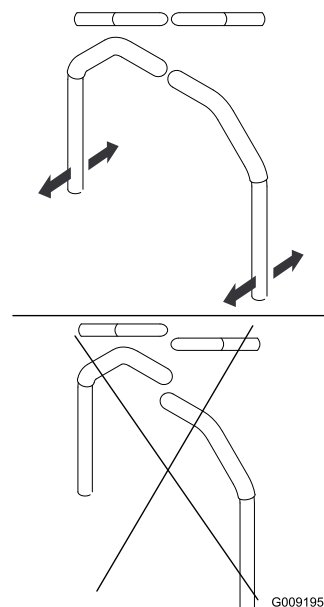

Figure 81
4. Réglez l'alignement avant/arrière des leviers en les plaçant tous deux à la position **POINT MORT**, puis faites-les coulisser jusqu'à ce qu'ils soient alignés, et serrez les boulons (**Figure 81**).